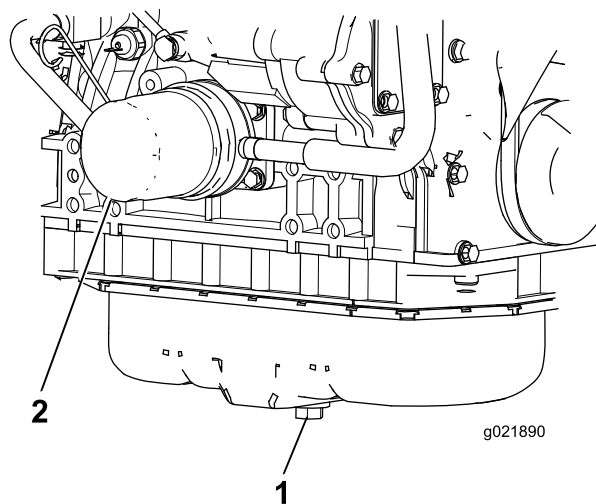

Figure 60
- Retirez le bouchon de vidange (Figure 60) et laissez couler l'huile dans un bac de vidange. Remettez le bouchon en place lorsque la vidange d'huile est terminée.
- Déposez le filtre à huile (Figure 60). Appliquez une fine couche d'huile propre sur le joint du filtre de rechange avant de le visser en place. **Ne serrez pas excessivement.**